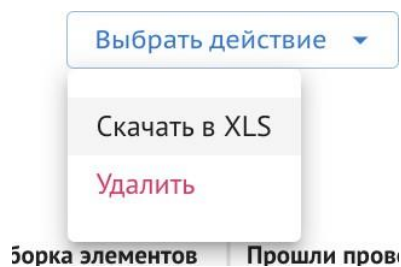

Рисунок 80. Скачивание отчетов в реестре.
3. Нажать на кнопку “Выбрать действие” и выбрать “Скачать в XLS” (Рисунок 80)